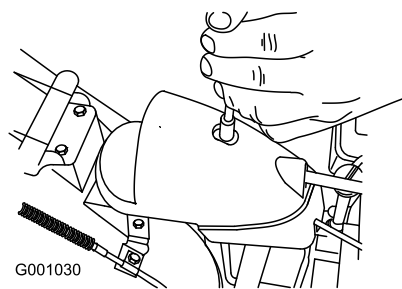

Figure 49
1. Retirez la fixation du couvercle du secteur denté (Figure 49), soulevez l'avant du couvercle et faites-le coulisser en arrière de façon à l'écarter.